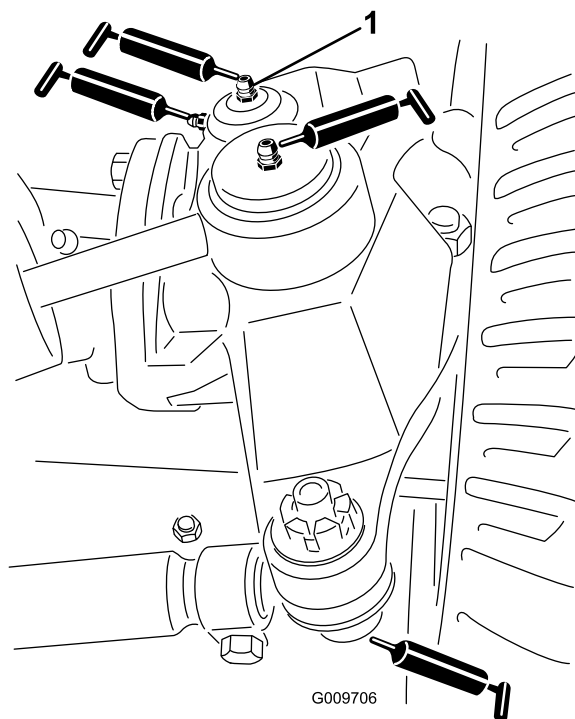

Figure 83
- Rotules de vérin de direction (2), comme montré à la Figure 83.
- Rotules de biellette de direction (2), comme montré à la Figure 83.
- Bagues de pivot de fusée (2), comme montré à la Figure 83.